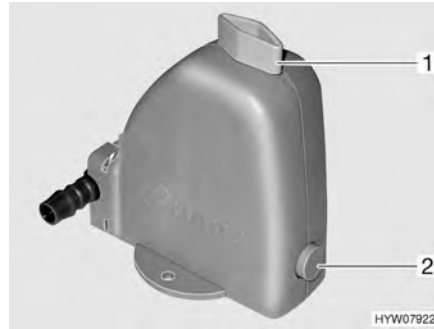

Fig. 146 Válvula de seguridad/purga de la caldera
La caldera está equipada con una válvula de seguridad/purga (Fig. 146). La válvula de seguridad/purga evita que el agua de la caldera se congele cuando no esté conectada la calefacción en caso de helada.
- Cerrar la válvula de seguridad/purga. Para ello, girar el botón giratorio (Fig. 146,1) a la posición transversal en referencia a la válvula de seguridad/purga y hundir el pulsador (Fig. 146,2).
- Abrir la válvula de seguridad/purga. Para ello, girar el botón giratorio (Fig. 146,1) a la posición longitudinal en referencia a la válvula de seguridad/purga. El botón de presión (Fig. 146,2) salta hacia fuera. La caldera se vacía hacia fuera a través de la válvula de seguridad/purga.